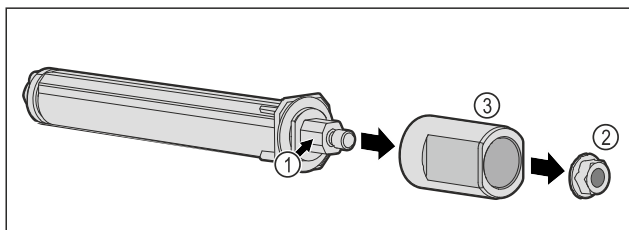

Fig. 54
- Non disassemblare il sistema di chiusura della porta Fig. 54 (1).
- Rimuovere il daco Fig. 54 (2).
- Rimuovere il manicotto Fig. 54 (3).